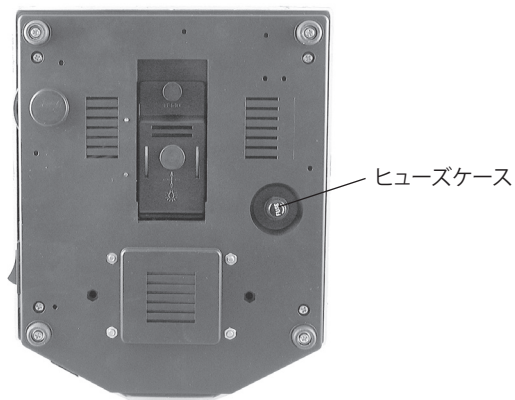

図7
2. ヒューズの交換は、顕微鏡底面にあるヒューズケースを回して開けて行います（図7）。